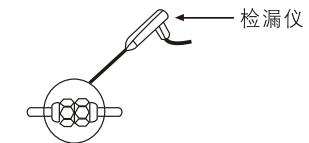

图34
- 3 用⑬塑料绝缘带把铜管和连接电缆包起来。
- 4 在接口处用检漏仪或者肥皂水来检查是否有泄漏。（如图34）